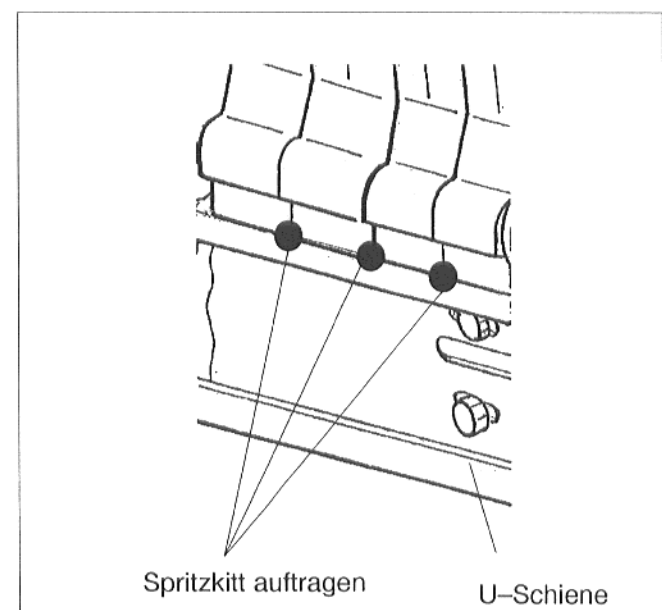

Abb. 6b
- Zwischen den einzelnen Gliedern ist an der Oberseite der U-Schiene, um den Feuerraum abzudichten, einseitig punktuell Spritzkitt aufzutragen (Abb.6b). Der Spritzkitt liegt dem Abgassammler bei.